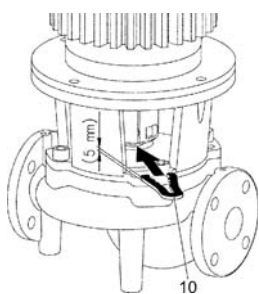

Fig. 19: Montavimo šakutės pritvirtinimas
- Įstumti montavimo šakutę (Fig. 19, poz.10) tarp karkaso ir movos. Montavimo šakutė turi nejudėti.